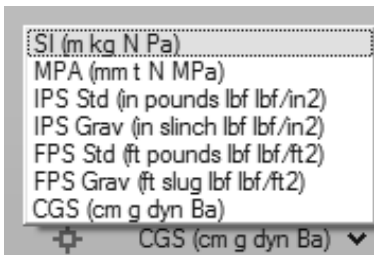

图 2-8
5) 单击模型视窗右下角的单位系统选择器，将默认单位系统设置为 SI (m kg N Pa)，如图 2-8 所示。